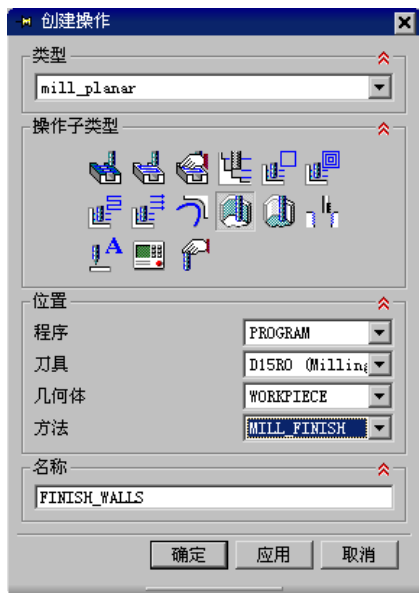

图 3.9.1 “创建操作”对话框
Step2. 确定加工方法。在“创建操作”对话框 **类型** 下拉列表中选择 **mill_planar** 选项，在 **操作子类型** 区域中单击“FINISH_WALLS”按钮 ，在 **程序** 下拉列表中选择 **PROGRAM** 选项，在 **刀具** 下拉列表中选择 **D15R0 (Milling Tool-5 Parameters)** 选项，在 **几何体** 下拉列表中选择 **WORKPIECE** 选项，在 **方法** 下拉列表中选择 **MILL_FINISH** 选项，采用系统默认的名称 FINISH_WALLS，如图 3.9.1 所示。